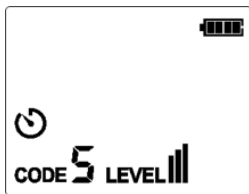

Abbildung 9.1.2a
2. Der Sender ist standardmäßig eingeschaltet (die Übertragung wird nicht vom Sender gestartet). Drücken Sie kurz START/STOP, um die Übertragung zu beenden, wenn sie vom Sender gestartet wird. Drücken Sie LEVEL, damit blinkt das LEVEL-Symbol für 0,5 Sekunden, wie in Abbildung 9.1.2a dargestellt.